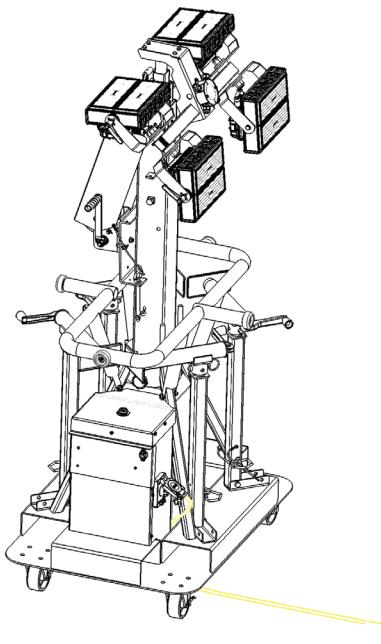

Figura 4
Antes del traslado, asegúrese de que la torre de iluminación portátil esté en la posición de transporte (Figura 4):
4. Tire del pasador del brazo de las luminarias y gírello hasta que estén tal como se muestra en la Figura 4. Asegúrese de que el pasador de bloqueo se inserte en uno de los orificios después del ajuste. Repita para el otro brazo de luminarias. Consulte **Ajuste de las luminarias**.